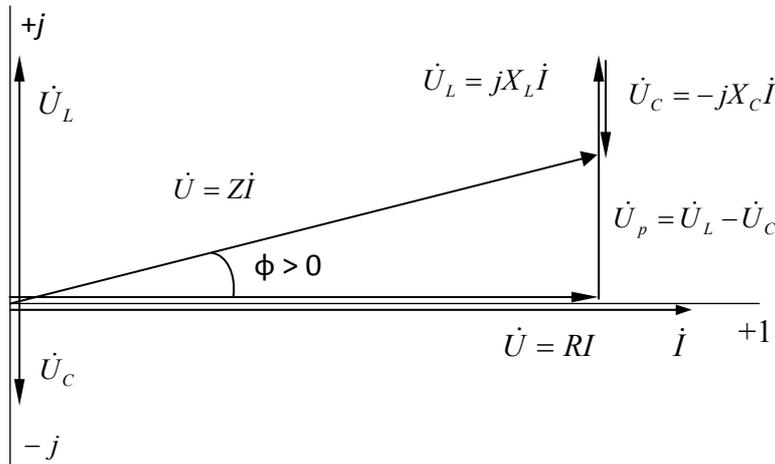
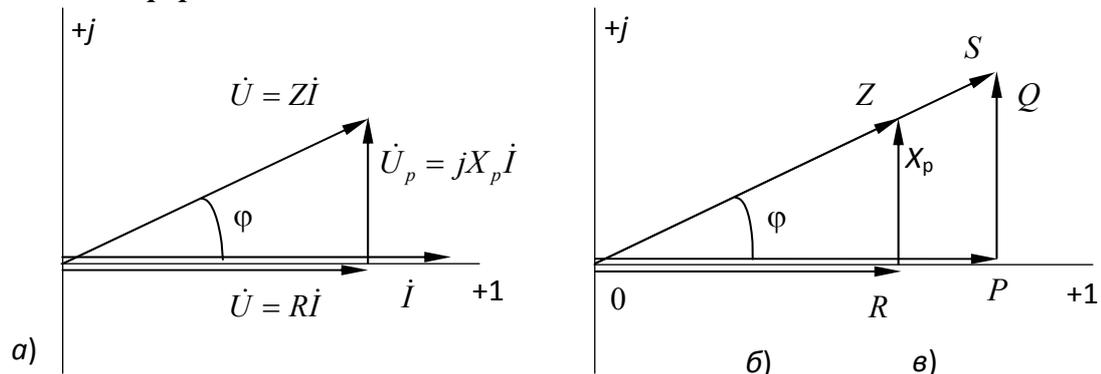

Рис. 4.3. Векторная диаграмма
Рис. 4.4. Треугольники напряжений (а), сопротивлений (б) и мощностей (в) с активно-индуктивной нагрузкой
Построение векторной диаграммы для последовательного соединения элементов электрической цепи начинается с построения на комплексной плоскости в выбранном масштабе вектора тока  $\dot{I}$  (рис. 4.3), неизменного для всех элементов цепи. Для упрощения
$\varphi$  – угол сдвига фаз между вектором тока и вектором напряжения, который определяется из векторной диаграммы (рис. 4.3), или из треугольника напряжений (рис. 4.4а), или из треугольника сопротивлений (рис. 4.4б):
Если все стороны треугольника напряжений (рис. 4.4а) разделить на общий множитель  $I$ , то получим треугольник сопротивлений (рис. 4.4б), подобный треугольнику напряжений. Из него следует, что
При умножении всех сторон треугольника сопротивлений на общий множитель  $I^2$  получится подобный ему треугольник мощностей (рис. 4.4в). Причем,
**1. Активно-индуктивный характер нагрузки** имеет место при наличии в схеме электрической цепи резистивного и реактивного сопротивлений, причем  $X_L > X_C$ , т. е. реактивное сопротивление  $X_p$  является индуктивным. В этом случае  $\dot{U}_L > \dot{U}_C$ , и вектор входного напряжения  $\dot{U}$  опережает по фазе вектор тока  $\dot{I}$ , угол  $\varphi$  имеет положительное значение, а реактивная составляющая напряжения  $\dot{U}_p > 0$  имеет индуктивный характер (см. рис. 4.3).